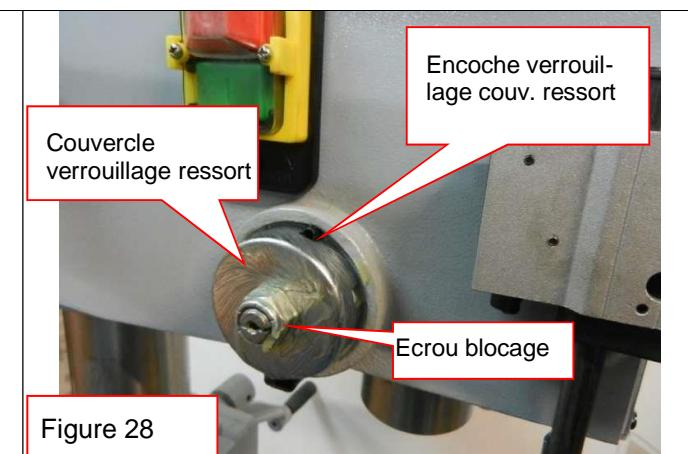

Figure 28
2. Eliminer toute trace d'huile du couvercle de verrouillage du ressort pour qu'il ne glisse pas de vos mains lorsque vous maintenez le couvercle pour le bloquer (voir Figure 28).